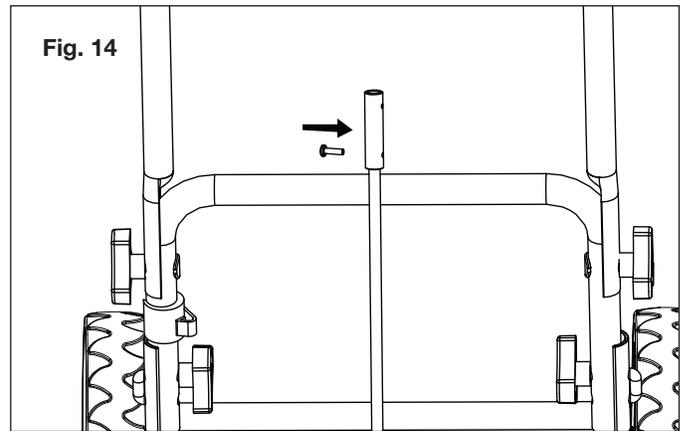

Fig. 14
5. Alinee el orificio en la parte inferior del conector de manivela con el orificio en la manivela inferior, inserte el primer tornillo de ajuste manual y gírelo en sentido horario para asegurarlo (Fig. 14).